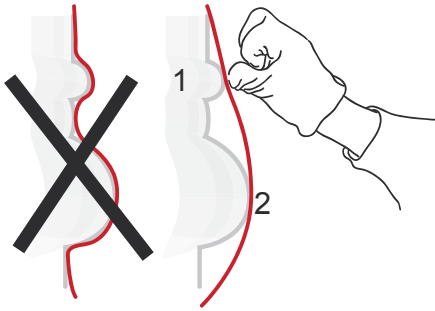

Abbildung 06
- › Legen Sie die gespannte Folie auf dem Untergrund auf, so dass diese die Scheitelpunkte der Welle berührt. (Abb. 06) ① und ②)